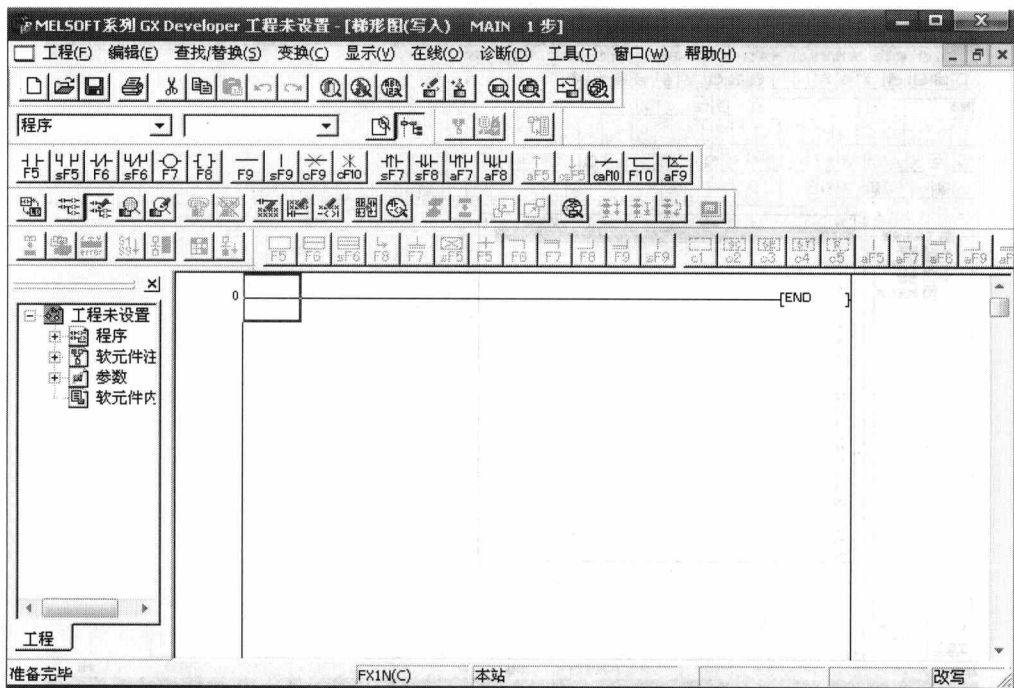

图 3-9 GX Developer 应用程序的工作环境
GX Developer 应用程序是典型的 Windows 应用程序，它由标题栏、菜单栏、工具栏、梯形图、指令表和 SFC 编程窗口组成，如图 3-9 所示。
(1) 在如图 3-9 所示的窗口中，单击“工程”→“创建新工程”命令，弹出如图 3-10 所示的对话框，选中 SFC 单选按钮出现如图 3-11 所示的窗口。